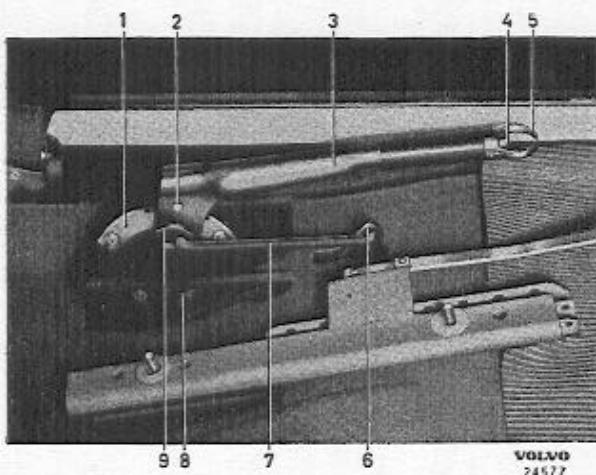

Abb. 50 Handbremsteile, P 1800
- Splint und Scheibe am Hebel entfernen (6 Abb. 50). Zugstange (7) so drehen, daß sie vom Handbremshebel gelöst werden kann. Rastensegment (1) ausbauen.
- Schrauben für die Lagerbefestigung (8) lösen und Bolzen sowie Befestigung hinaustreiben. Hebel (3) hervorholen.
- Handbremshebel lösen und Zugstange (7 Abb. 50) vom Hebel der Welle (6) ausschalten.